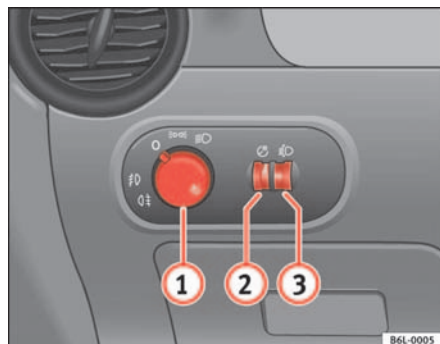

Fig. 56 Détail du tableau de bord : commandes d'éclairage, des projecteurs antibrouillard et du feu arrière de brouillard
- Tournez la commande d'éclairage ⇒ fig. 56 en position ☹.